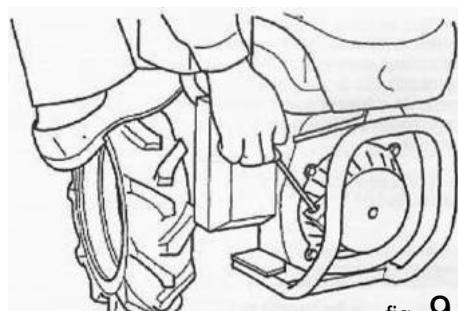

fig. 9
3) Puxe lentamente da correia de arranque até encontrar resistência. Uma vez encontre resistência, segure os pés no chão e puxe energicamente (fig. 9).